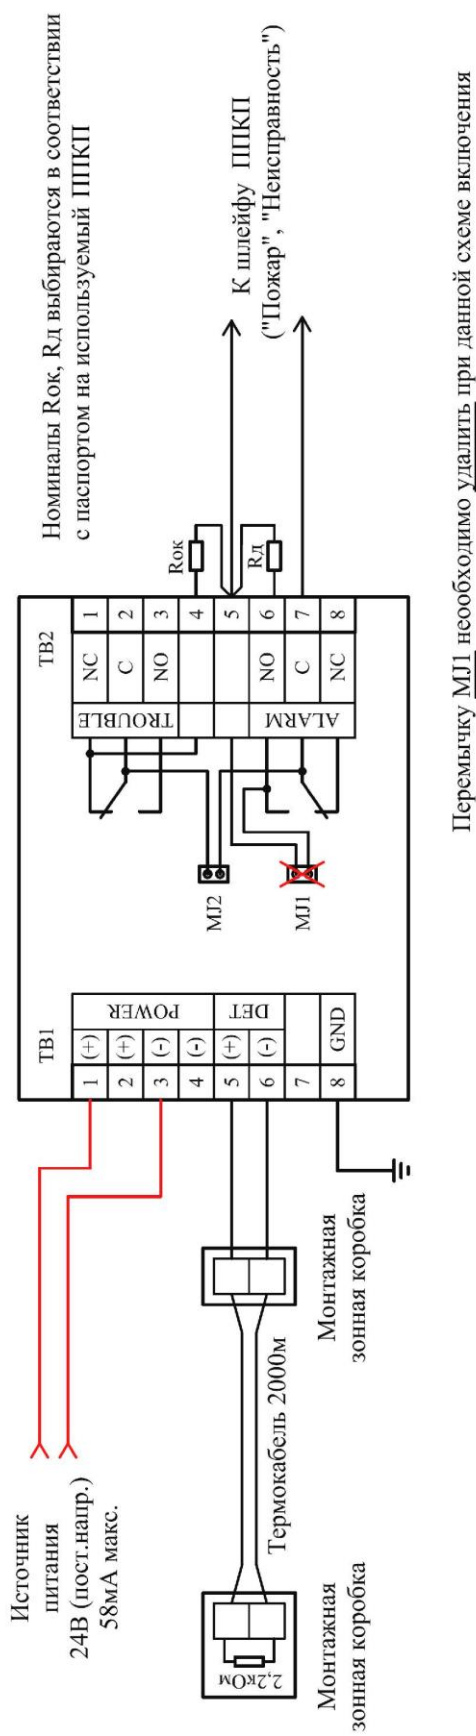

Рис. 1. Схема подключения модуля ПИМ-120
1.2 Подключение модуля следует производить согласно рекомендаций, определенных в документации на прибор для извещателей с релейными выходами типа «сухой контакт». Пример подключения модуля приведен на рис. 1.